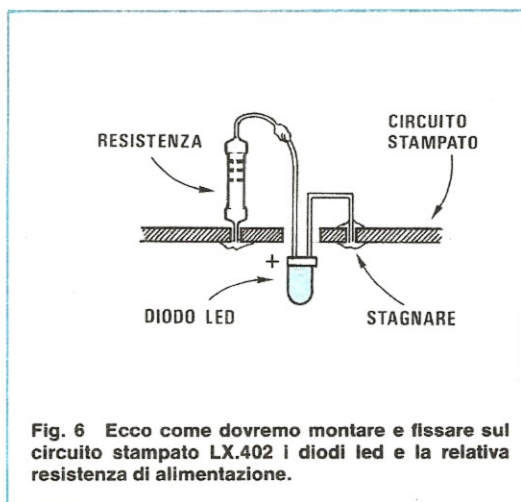

Fig. 6 Ecco come dovremo montare e fissare sul circuito stampato LX.402 i diodi led e la relativa resistenza di alimentazione.
**Fig. 5** Schema pratico di montaggio della piastra LX.402 vista dal lato del connettore. Le resistenze che alimentano tutti i diodi led dovranno essere sistemate verticalmente, come vedesi in fig. 6.
Problemi di montaggio in pratica non ne esistono se si fa eccezione per gli 8 diodi led i quali vanno sistemati sullo stampato in un modo un po' inconsueto tuttavia aiutandosi anche con la fig. 6, il tutto dovrebbe risultare facilissimo.